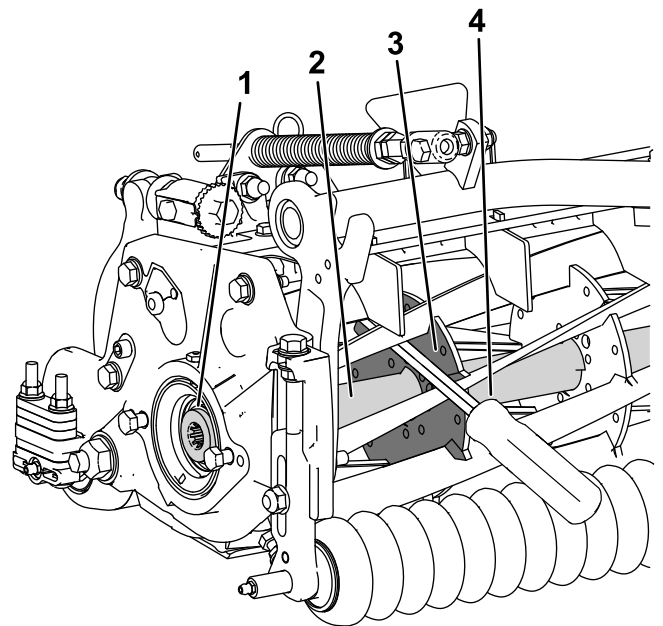

图31
1. 将一根长柄撬棍建议尺寸为 0.95cm x 30.48cm 带螺丝刀柄插入滚刀组前面最靠近需要扭转的滚刀组一侧图31。
2. 将撬棍靠着内部滚刀组加强板的焊接侧放置图31。